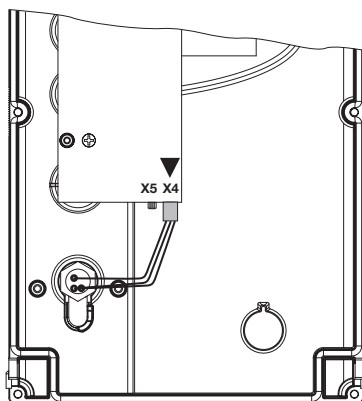

Abb. 6-27: Anschluss des Miniaturschlosses, Deckelinnenseite, von X5 nach X4 umstecken (Sonderfunktionen)
1. Die Steuerung öffnen und den Anschluss des Miniaturschlosses an der Tastaturplatine im Deckel umstecken (siehe Abb. 6-27).